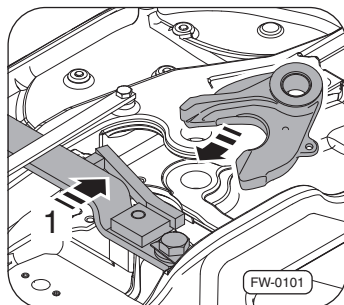

Fig. 34 · Monter la pièce de verrouillage
1. Vérifier si le verrou ⇒Fig. 34,
verrouillage ⇒Fig. 34.